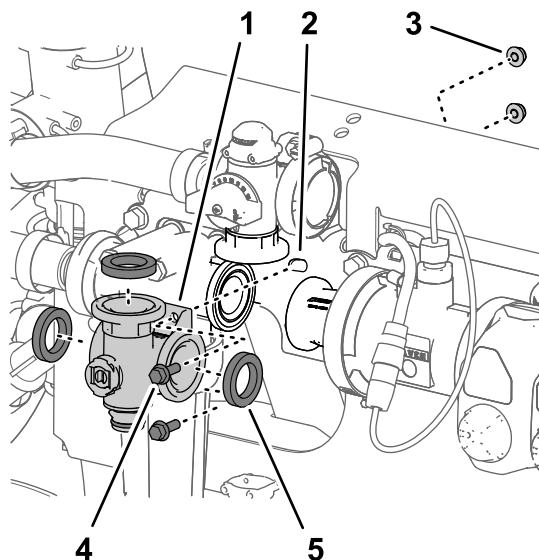
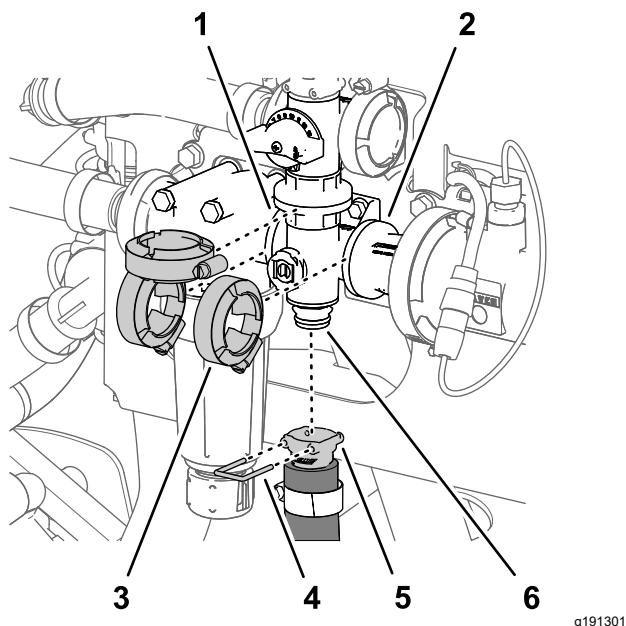

図 135
図 136
- 攪拌バルブマニホルドのフランジ、ガスケット 3枚、攪拌バイパスバルブのフランジ、圧力フィルタのヘッド、カップリングアダプタを整列させる 図 135と図 136。
2. 攪拌バルブマニホールドを、攪拌バイパスバルブ、圧力フィルタのヘッド、カップリングアダプタに仮止めする 図 136 攪拌マニホールドバルブの取り外し \(ページ 79\) で外したフランジクランプ3個を使用する。
5. フランジクランプ3個を手締めする 図 136。
6. 攪拌ホースのクイックコネクトカップラを、攪拌バルブマニホールドのクイックコネクトフィッティングに組み付けて、クイックコネクトピンで固定する 図 136。